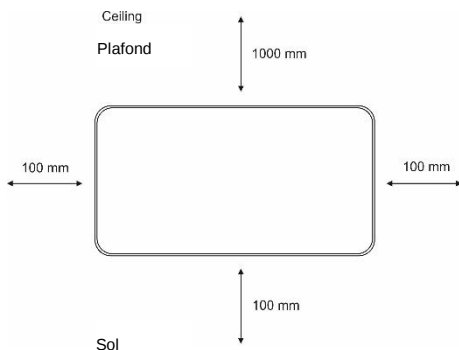

Fig. 3 Distance minimale par rapport aux objets étrangers en cas de montage mural
1. Déterminez le lieu d'installation de l'appareil en respectant les distances minimales par rapport aux objets étrangers, au plafond et au sol (**Fig. 3**).